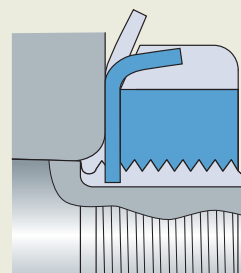

Fig. 6
- sono dotate di otto scanalature equidistanti attorno alla circonferenza per consentire l'impiego di una chiave a percussione (fig. 6).